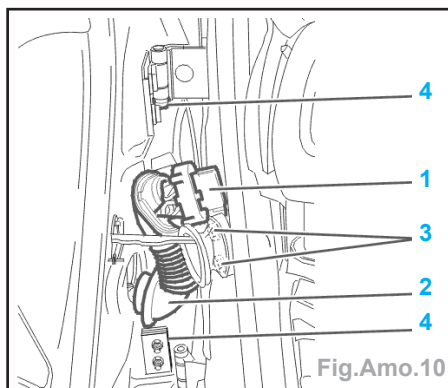

Fig.Amo.10
- Débrancher le connecteur (1) au niveau du passe-câbles de la porte (2) (Fig. Amo.10).
- Déposer les vis de fixation (3) de l'arrêt de porte.
- Déposer les vis de charnières (4).